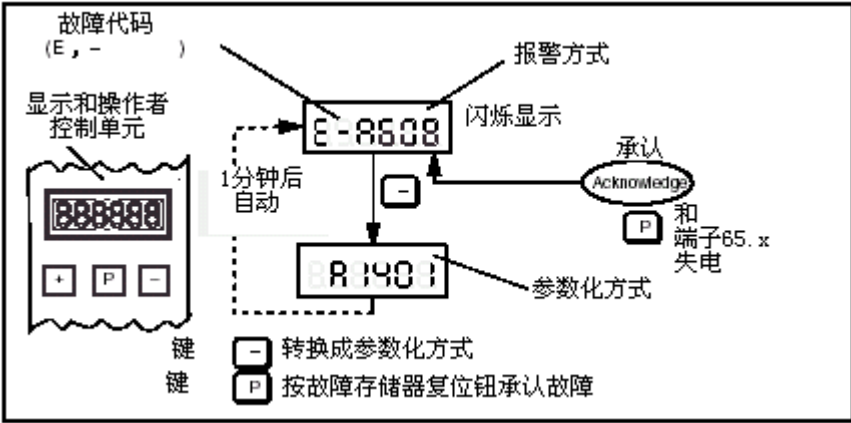

图 7-1 出现一个故障的处理
1. 一个故障已经出现后，其显示情况具体如下。（参见图 7-1）。